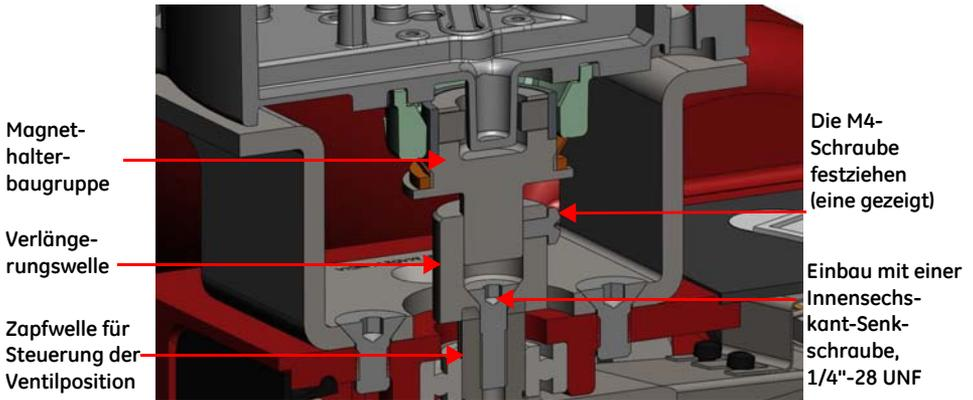

Abbildung 10 Verlängerungswelle an Zapfwelle für Steuerung der Ventilposition
2. Die Verlängerungswelle auf die Zapfwelle für Steuerung der Ventilposition schrauben (Abbildung 10).